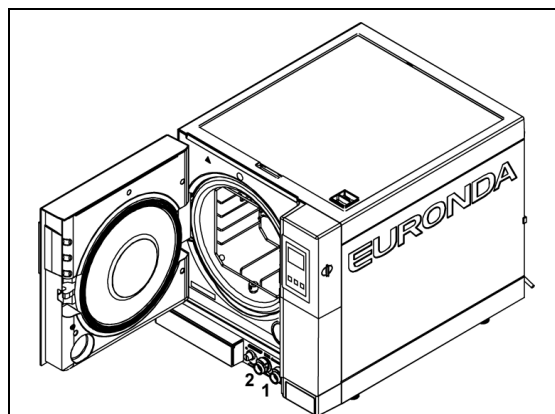

Fig. 9.2-4
1. Pour vider le réservoir d'eau propre, introduire l'extrémité du tuyau fourni dans le raccord situé en bas de la face avant (rep. 1 de Fig. 9.2-4) et l'autre extrémité dans un récipient vide.
2. Vider le réservoir interne de collecte de l'eau usagée : introduire le tuyau transparent fourni avec l'appareil sur le raccord, en bas sur la façade (rep. 2, Fig. 9.2-4) et l'autre extrémité dans un récipient vide.